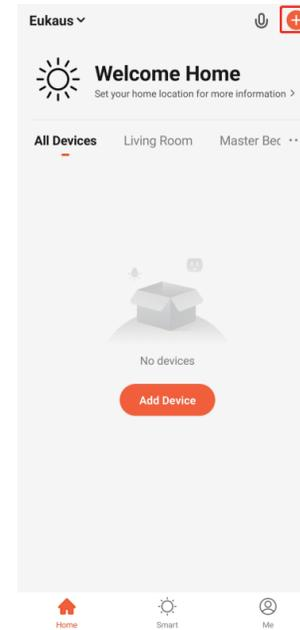
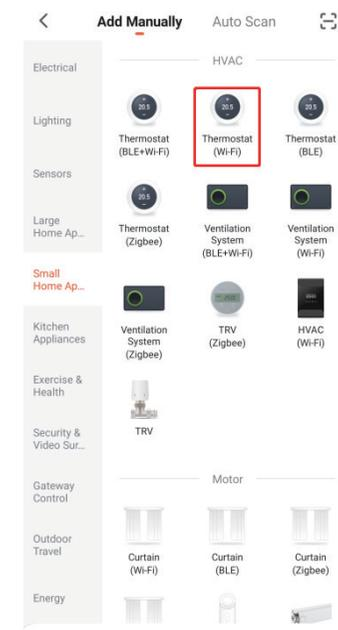

Рисунок 1
Рисунок 2
2. Откройте приложение и нажмите "+" в правом верхнем углу (рис. 1), выберите "Мелкая бытовая техника", а затем "Термостат (Wi-Fi)" (рис. 2).